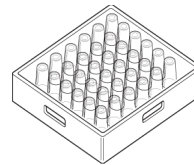

Fig.23
- 2- Coloque los vasos y las copas en posición boca abajo. (Fig. 23)